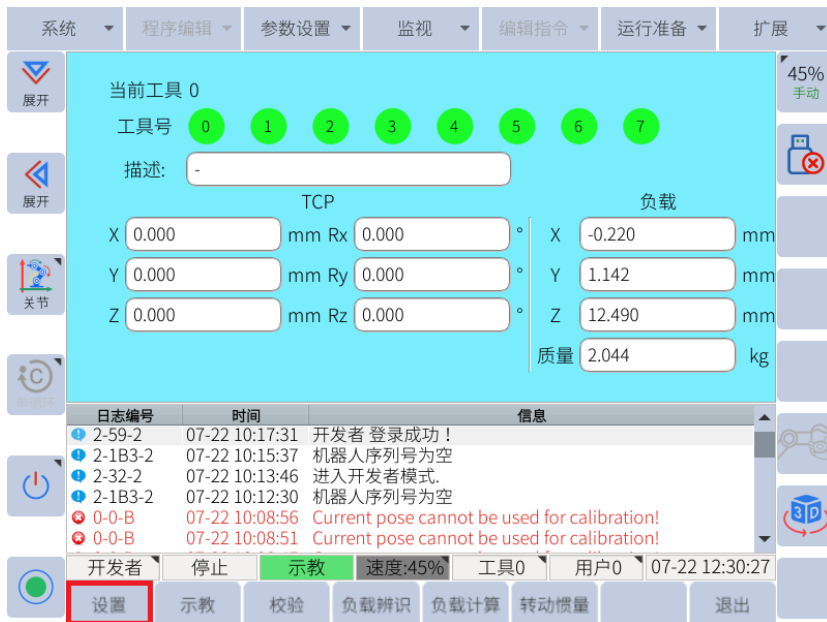

图 6-41: 计算结果界面
5. 先点击**计算**，计算负载的质量以及质心位置，再点击**上一步**，可以查看计算结果，计算结果界面同图6-41。
6. 点击**设置**，将当前负载质量以及质心位置数据记录至相应的工具号，如图6-41所示。